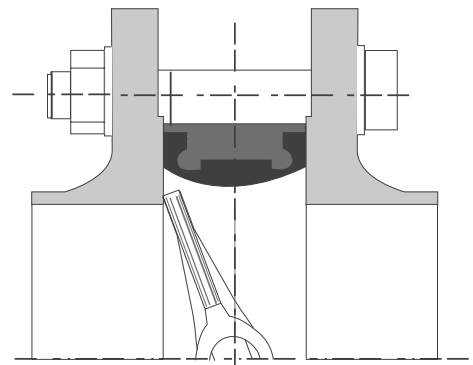

Bild 3: Felaktig montering
- Spjällskivan blockerad (se bild 3).